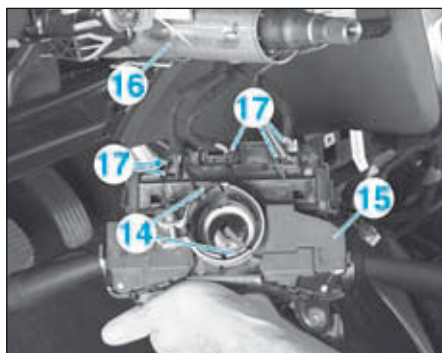

FIG.26
- Dégrafer les pattes de verrouillage (14) et libérer le module des commandes sous le volant (15) de la colonne de direction (16) (Fig.26).
- Débrancher les connecteurs (17) et déposer le module des commandes sous le volant (15).